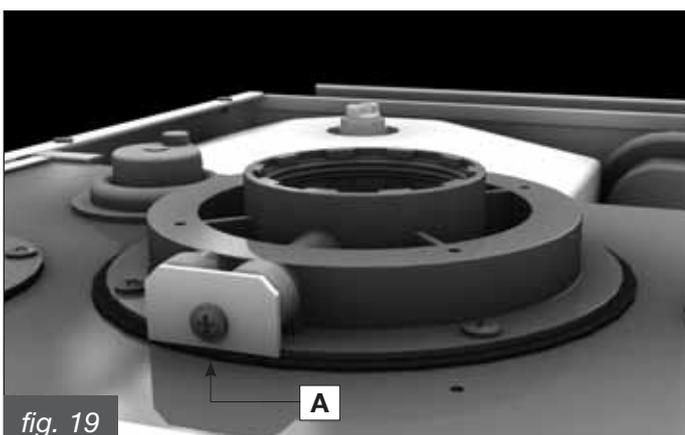
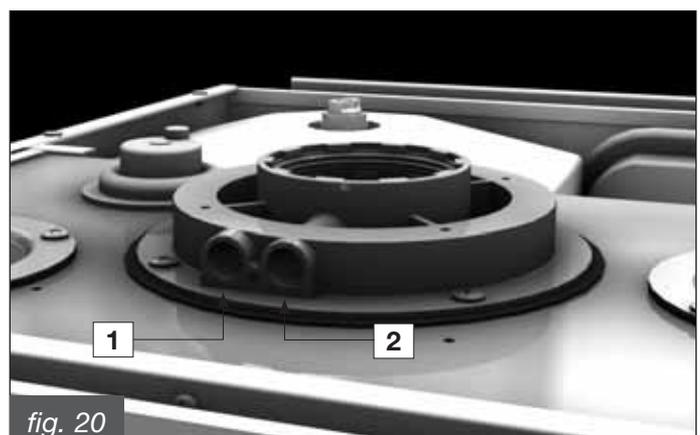

fig. 19
fig. 20
La caldaia è provvista di una torretta per il collegamento della tubazioni di aspirazioni aria/scarico fumi (fig. 19 e 20). Nella torretta sono stati predisposti dei fori per l'accesso diretto all'aria comburente ed allo scarico dei fumi (fig. 20). Prima di effettuare le misurazioni togliere il tappo A dai fori predisposti sulla torretta (fig. 19).
- misura dell'aria comburente prelevata nell'apposito foro 1 (fig. 20);
- misura della temperatura fumi e della CO2 prelevata nell'apposito foro 2 (fig. 20).